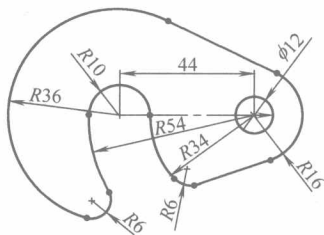

图 1-14
(8) 最后重新标注不准确的尺寸, 并隐藏草图几何关系, 结果如图 1-14 所示。